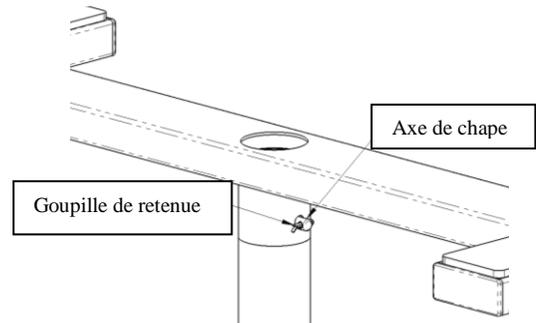

FIGURE 2
2. Si vous avez un plafond de 7 pieds, vous ne devez pas utiliser la rallonge (pièce-2). Insérez le support vertical du haut (pièce-1) directement dans la pièce-3 en alignant les trous de la pièce-1 et de la pièce-3 et en y insérant l'axe de chape (pièce-6). Une fois l'axe de chape en place, insérez la goupille de retenue (pièce-7) dans le trou de l'axe tel qu'illustré à la Figure 2.
3. Si vous avez un plafond de 8 à 10 pieds, insérez le support vertical du haut (pièce-1) dans la rallonge (pièce-2) en alignant les trous et en insérant l'axe de chape et la goupille de retenue tel qu'illustré à la Figure 2.